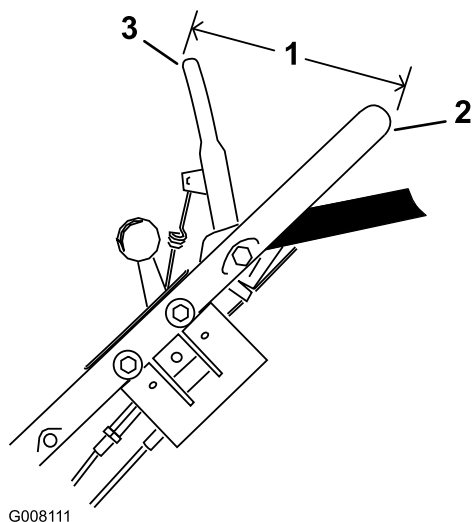

Figura 30
6. Sujete la barra de control de manera que la parte **exterior** de la misma quede a 14 cm de la parte **exterior** del manillar, y tire del cable para eliminar la holgura, pero no tense el muelle (Figura 30).